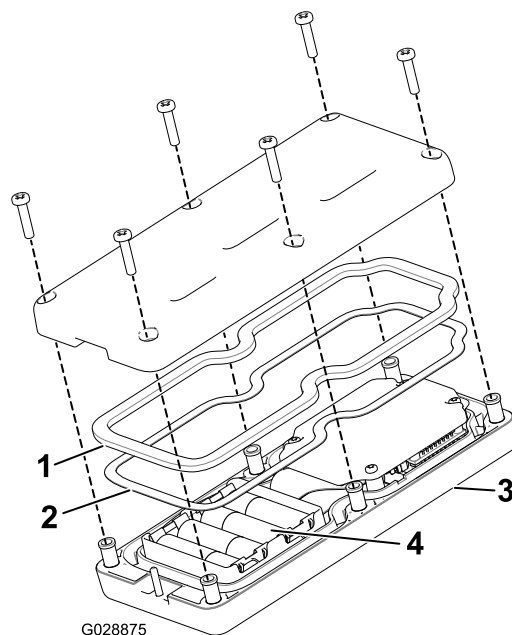

Figura 21
2. Inserite le batterie nel portabatterie rispettando la polarità. Nel portabatterie sono marcati in rilievo i simboli della polarità di ogni terminazione (Figura 21).
3. Assicuratevi che la guarnizione in acciaio e la tenuta di gomma siano in sede nel canale del telecomando e riposizionate il coperchio posteriore (Figura 21).
4. Fissate il coperchio con 6 viti (Figura 21) e serratele a una coppia di 1,5-1,7 N·m.